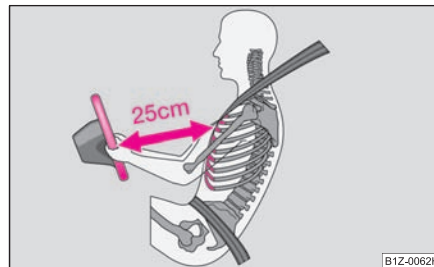

Fig. 120 Distanța sigură față de volan
- Atât pentru șofer cât și pentru pasagerul dreapta este important să păstreze o distanță de cca. 25 cm față de volan, respectiv de tabloul de bord ⇒ **pagina 110, fig. 120**. Dacă nu se respectă această distanță, sistemul airbag nu își poate exercita eficiența maximă – Pericol! Pe lângă acestea, scaunele din față și tetierele trebuie să fie întotdeauna reglate în funcție de mărimea corpului.